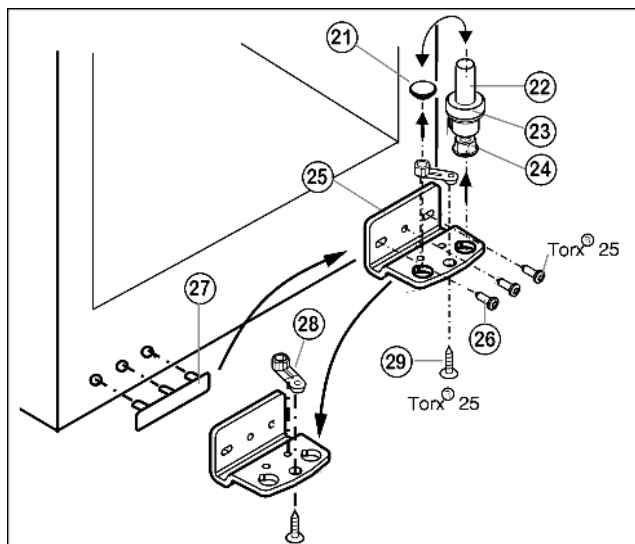

Fig. 6
- Cijeli svornjak ležaja Fig. 6 (22), s pločicom Fig. 6 (23) i podesivom nožicom Fig. 6 (24) skinite prema gore.
- Podignite čep Fig. 6 (21).
- Odvijte podložak ležaja Fig. 6 (25).
- Odvijte dio ležaja Fig. 6 (28) i premjestite ga u suprotnu prihvatnu rupu podloška ležaja, ponovo ga zavijte.
- Oprezno nadignite pokrov na strani ručke Fig. 6 (27) i premjestite ga na suprotnu stranu.
- Eventualno pomoću odvijača na baterije ponovo čvrsto pričvrstite vijcima podložak ležaja Fig. 6 (25) na novoj strani šarke (s 4 Nm).
- Ponovo umetnite čep Fig. 6 (21) u drugu rupu.
- Ponovo umetnite cijeli svornjak ležaja Fig. 6 (22), s pločicom i podesivom nožicom. Pri tome pazite da je ispučanje za blokiranje okrenuto prema otraga.
- Stavite vrata odozgo na donji svornjak ležaja Fig. 6 (22).
- Poravnajte vrata eventualno preko obje uzdužne rupe u donjem podlošku ležaja Fig. 6 (25) u liniji s kućištem uređaja. Za to odvijte srednji vijak.